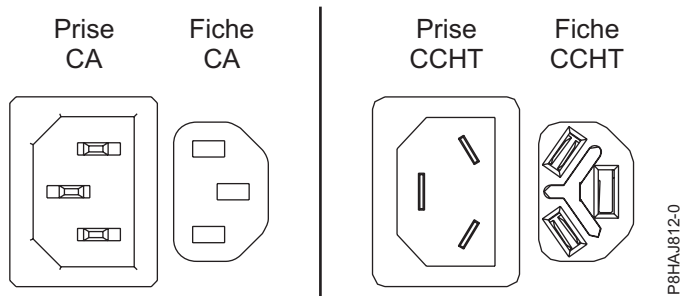

Figure 26. Connecteurs CA et CCHT
La figure 26 illustre les connecteurs pour courant continu (AC) et pour courant continu haute tension (CCHT) pris en charge.